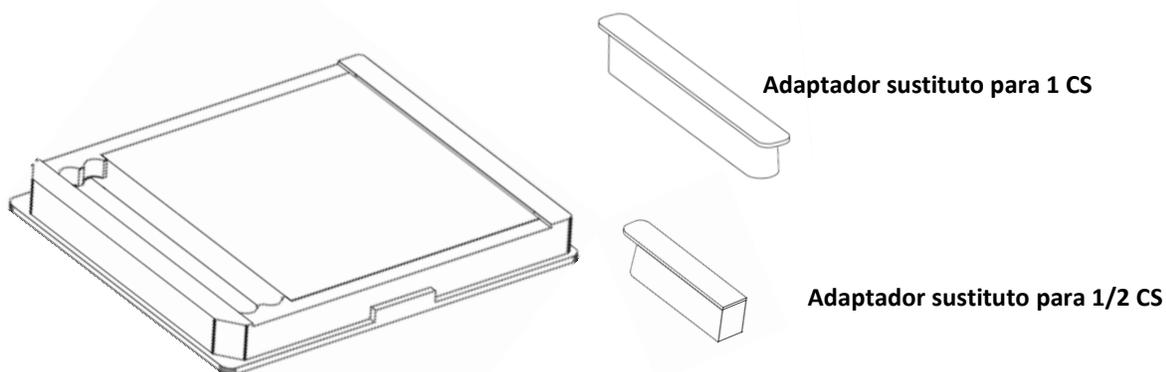

Figura 3. Placa Microtiter y sistema de adaptadores magnéticos para visualización de muestras en múltiplos de cuatro.
Adaptador de placa Microtiter reutilizable, junto con un sistema de piezas magnéticas para insertar las tiras cortadas (ver figura 3).
- Placa Microtiter y sistema de imanes adaptadores para insertar los CS cortados en formato de cuatro pocillos (Figura 3).